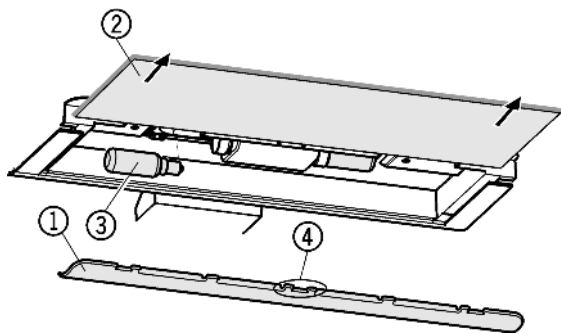

Fig. 19
- ▶ Снятие накладки Fig. 19 (1): сзади возьмитесь пальцем за накладку и снимите её с фиксатора.
- ▶ Извлеките стеклянную полку Fig. 19 (2).
- ▶ Лампу накаливания Fig. 19 (3) заменить.
- ▶ Установка накладки на место: защелкните справа и слева, следя за тем, чтобы средний крюк Fig. 19 (4) захватил стеклянную полку.